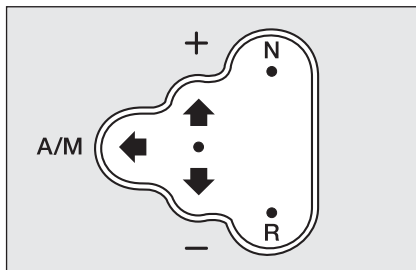
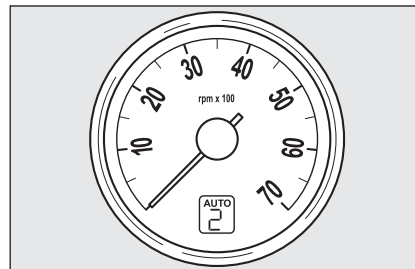

fig. 2
fig. 4
- Druk de versnellingspook naar + (UP) **fig. 2** om de eerste versnelling in te schakelen (vanuit stand **N** of **R** kunt u de pook in de middelste stand plaatsen) of in **R** **fig. 2** om de achteruit in te schakelen.
- Druk tijdens het rijden, de versnellingspook naar + (UP) **fig. 2** om op te schakelen of naar - (DOWN) **fig. 2** om terug te schakelen.
- Druk de versnellingspook naar **A/M fig. 2** voor het inschakelen van de automatische werking of naar **R-fig. 2** voor het inschakelen van de achterruit.
De drie vergrendelde standen zijn de standen die overeenkomen met de vrijstand **N-fig. 2**, de achterruit **R-fig. 2** en de middelste stand tussen de onvergrendelde standen **UP (+)** en **DOWN (-)** **fig. 2**.
Bij de onvergrendelde standen keert de pook direct na het loslaten terug in de middenstand. Dit zijn de standen voor het opschakelen **UP (+)**, het terugschakelen **DOWN (-)** en de automatische werking (**A/M)** **fig. 2**.
druk de pook in stand + (UP) **fig. 2** om op te schakelen;
druk de pook in stand - (DOWN) **fig. 2** om terug te schakelen.
Voor het in-/uitschakelen van de automatische werking (**AUTO**) moet de pook in stand **A/M** **fig. 2** worden gezet; de inschakeling wordt bevestigd door de weergave van het opschrift **AUTO** **fig. 4** en de ingeschakelde versnelling op het display.
**BELANGRIJK** Als de auto rijdt, dan wordt de achteruit ingeschakeld als binnen 1,5 seconde na de schakelopdracht, de snelheid van de auto lager is dan 3 km/h: als de schakelopdracht niet wordt uitgevoerd, blijft de ingeschakelde versnelling ingeschakeld; als de snelheid van de auto onder 10 km/h komt, wordt de versnellingsbak in de vrijstand (N) gezet en moet de handeling herhaald worden.
- zet de pook in stand (R) fig. 2;